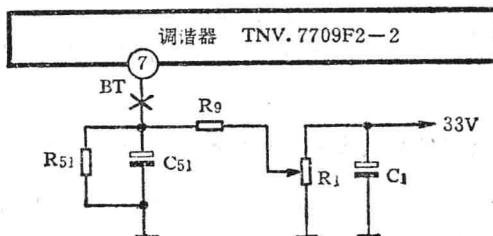
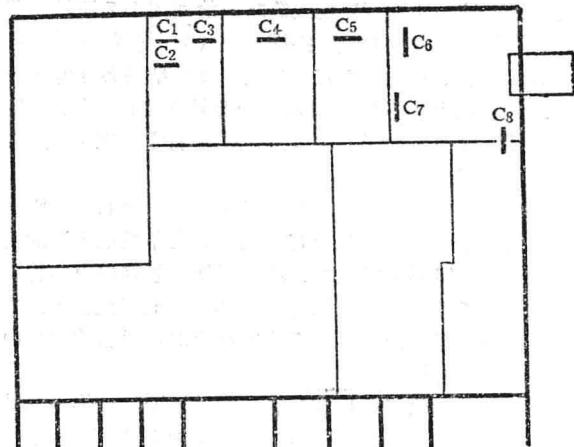

图 1-5
图 1-6
首先确定故障是在外围供电电路还是在高频头内。（1）断开高频头⑦脚与 BT 的连线，测量 BT 连线供给高频头调谐电压，（见图 1-5）若电压不稳定，则故障出在外围电路。当电压很稳定，则故障出在高频头内部。（2）在高频头 7 脚与 BT 连接线处串入 $50\mu\text{A}$ 电表收看，图象正常而又稳定时：2 频道应为 $-3.3\mu\text{A}$ ；4 频道为 $+5.5\mu\text{A}$ ；8 频道为 $+4\mu\text{A}$ ；12 频道为 $+12.5\mu\text{A}$ ；U 段最高端为 $+20\mu\text{A}$ （用 30 型万用表测量，有无信号无关）。若电流超出 10% ，而又不稳定，则证明频漂是由于高频头内的瓷片电容器 C1 至 C8 个别漏电引起（高频头内部结构位置 1:1，见图 1-6）。取下高频头，撬开面盖，仔细观察瓷片电容器三条棱边（常在上棱边）有黑点或变黑的线状黑斑分布在电容器两焊接片上，造成高频漏电，产生频漂（常出现漏电的电容器有 C2、C4、C5、C8）。用铬铁焊下漏电电容器，用零号水砂纸擦去黑色氧化物，再用酒精洗净（洗净后不能用手去摸瓷片电容器，以防手汗污染，再次变黑漏电），然后用酒精松香水在瓷片电容器上刷一层作封闭处理，在台灯上烘干，上机试看。如电流表有时还有轻微摆动，同时图象伴音不正常，证明还有瓷片电容器漏电，再细心检查，直到彻底根除。